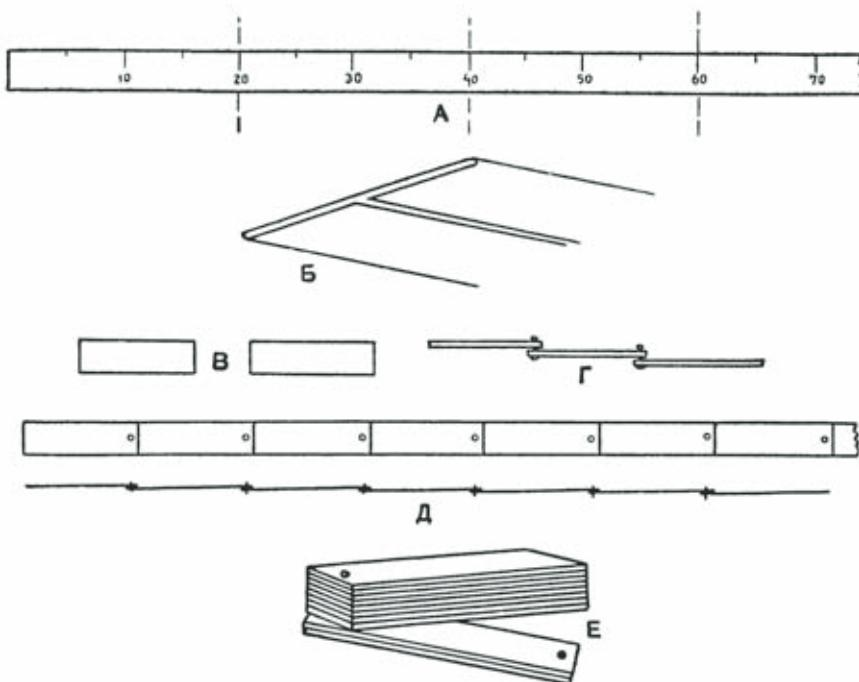

Рис. 8. Два способа изготовления бумажного метра.
1. Заготавливаем картонную шаблонку длиной ровно в 10 см. Берем бумагу шириной 3—5 см и длиной побольше метра и загибаем края (рис. 8, *б*). Приклеиваем самый край каждого сгиба. Накладываем шаблонку по длине десять раз (*а*). Разделив таким путем метр на 10 частей, проставляем цифры от 1 до 10 (декиметры), а если ученики усвоили числа первой сотни, то проставляем от 1 до 100 (санитметры).
2. Более практичен складной метр. Делаем из фанеры или прочного картона 10 прямоугольников, из которых первый 10 см длиной, а остальные по 12 см. Ширина может быть 2—3 см (рис. 8, *в*). Накладываем конец последующей дощечки на конец предыдущей (*г*). Наложение сокращает длину метра как раз на те 2 см, на которые каждая дощечка длиннее декиметра (*д*). Для